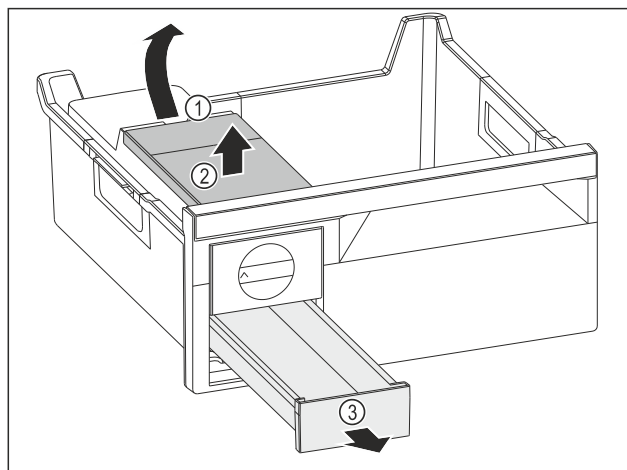

Fig. 170
- ▶ Vyjmutí nádržky na vodu: Zvedněte nádržku na vodu za vybrání Fig. 170 (1).
- ▶ Nádržku na vodu Fig. 170 (2) vyjměte nahoru.
- ▶ Zásuvku na kostky ledu Fig. 170 (3) vyjměte dopředu.